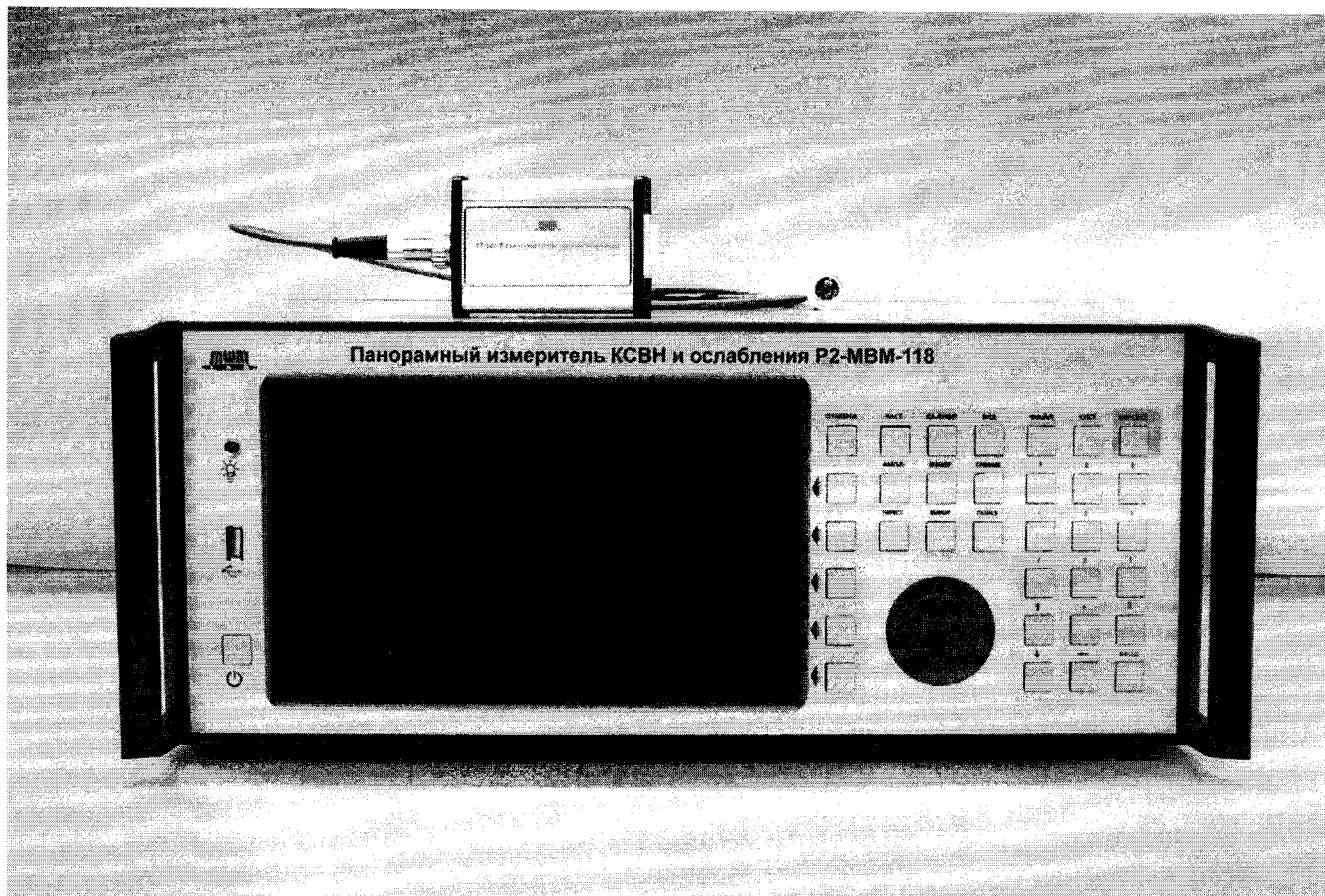

Рисунок 2
– к СВЧ входу детекторного преобразователя подсоединить отрезок волновода фланцем, не содержащим резьбы в отверстиях, предназначенных для крепления четырьмя винтами (рисунок 2);
– к СВЧ выходу БИ подсоединить отрезок волновода фланцем, не содержащим резьбы в отверстиях, предназначенных для крепления четырьмя винтами (рисунок 2).